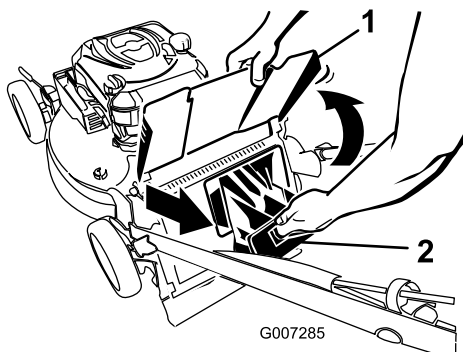

Figura 23
2. Sollevate il deflettore di scarico e tenetelo sollevato (Figura 23).
3. Togliete il coperchio di scarico posteriore (Figura 23).